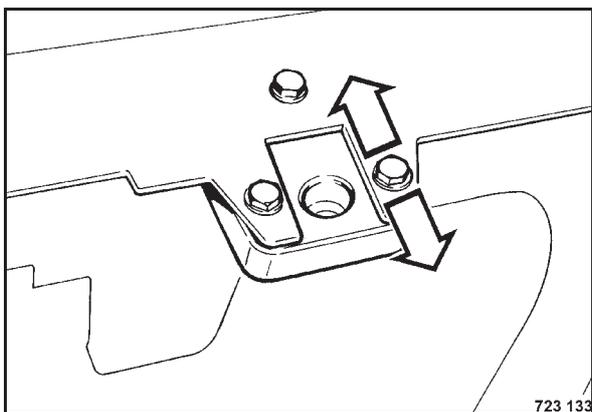

Bild 132
- Zum Einstellen der Vorspannung, Befestigungsschrauben (Bild 132) lösen und Aufnahme des Riegels entsprechend einstellen.